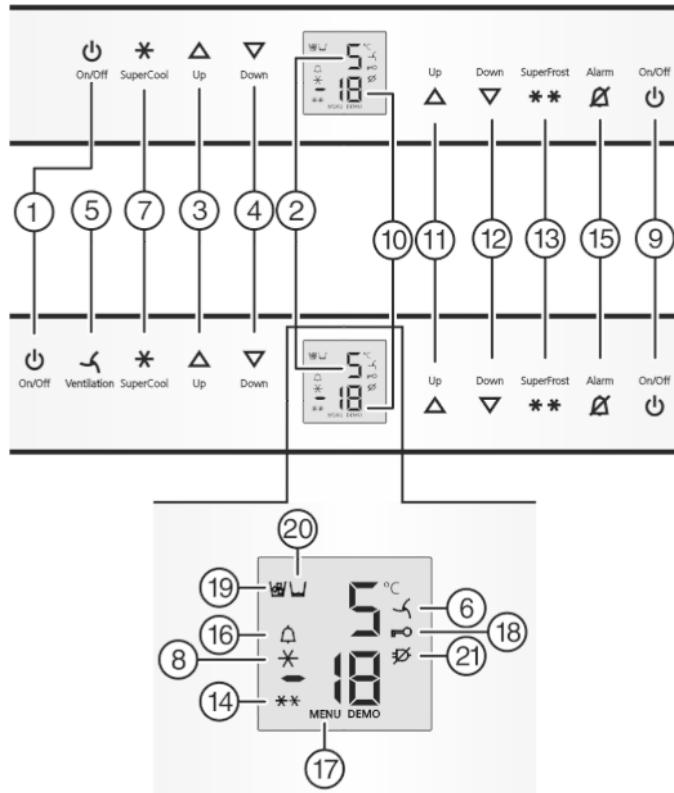

Fig. 2
- Нажмите кнопку On/Off морозильного отделения Fig. 2 (9).
- Нажмите кнопку On/Off холодильного отделения Fig. 2 (1).
- Холодильное отделение включено: Индикатор температуры холодильного отделения Fig. 2 (2) светится. При открытии двери холодильного отделения включается внутреннее освещение.
- Активация режима настройки: удерживайте кнопку SuperFrost Fig. 2 (13) прибл. 5 секунд.
- Символ меню Fig. 2 (17) горит.
- Коротко нажмите кнопку SuperFrost Fig. 2 (13) для подтверждения.
- Для включения защиты от детей коротко нажмите клавишу SuperFrost Fig. 2 (13).
- Символ "Защита от детей" Fig. 2 (18) горит. На индикации мигает **c**.
- Для выключения защиты от детей коротко нажмите клавишу SuperFrost Fig. 2 (13).
- Символ защиты от детей Fig. 2 (18) гаснет. На индикации мигает **c**.
- Выход из режима настройки: нажмите кнопку On/Off морозильного отделения Fig. 2 (9).
- Нажмите кнопку Alarm Fig. 2 (15).
Одновременно мигает индикация температуры и символ тревоги Fig. 2 (16).